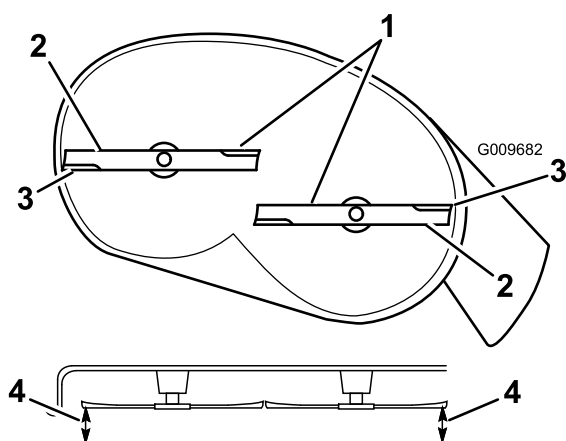
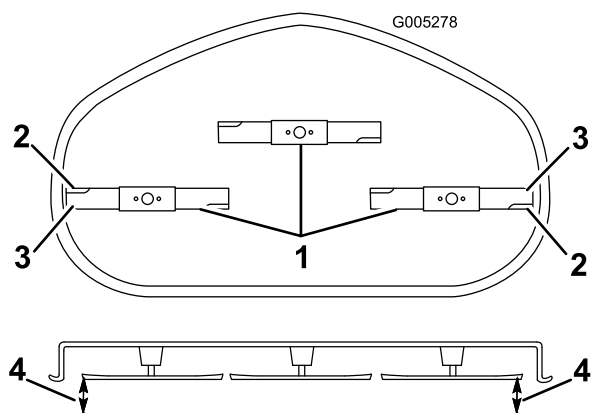

Figura 51
Figura 52
4. Gire cuidadosamente las cuchillas hasta que estén todas orientadas lateralmente (Figura 51 y Figura 52).
5. Mida entre los bordes de corte exteriores y la superficie plana (Figura 51).